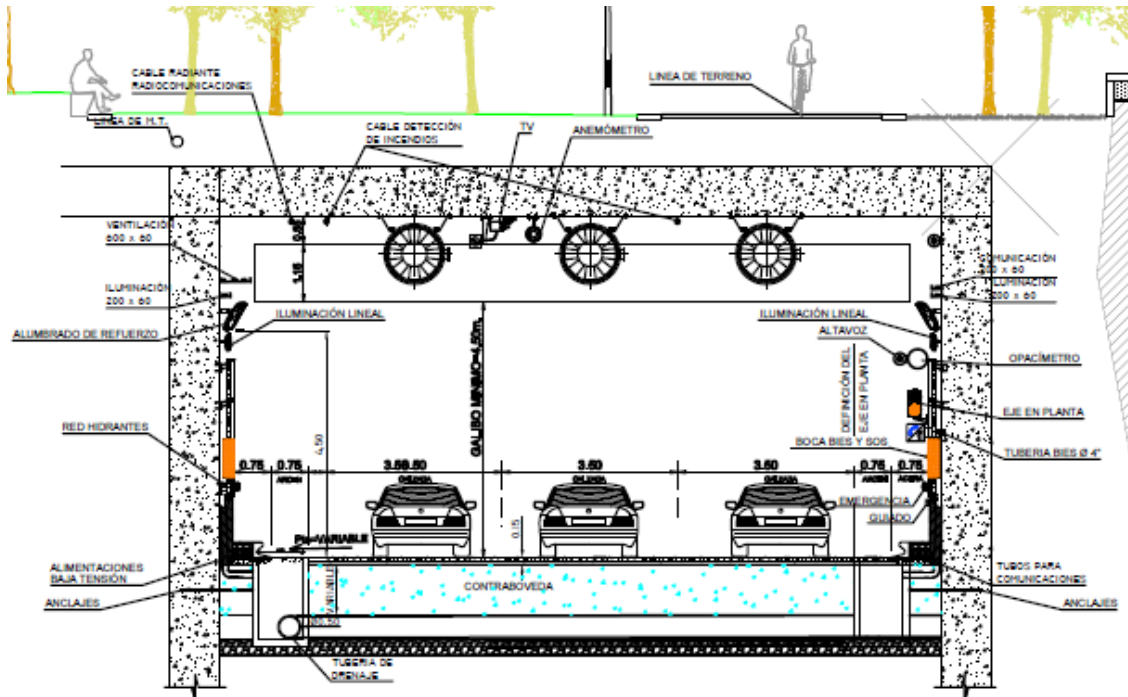

Figura 5 – Túnel M30-Río. Sección transversal
2.2.1 Túnel principal M30-Río (Figura 5)